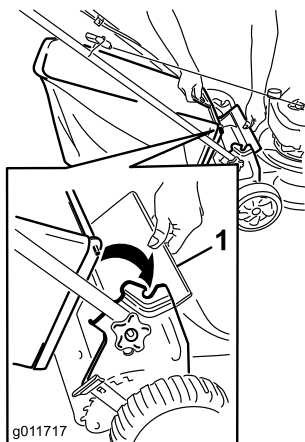

Figura 15
1. Levante el deflector trasero (Figura 15).
2. Introduzca el asa de la bolsa de recortes en las muescas de los soportes del manillar (Figura 15).